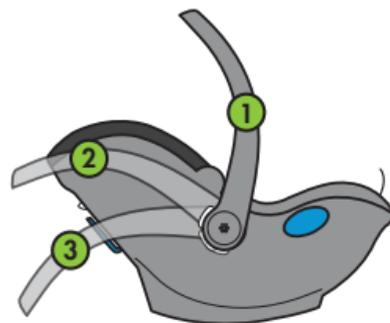

Figure 24
La poignée de transport a trois positions de réglage, illustrées à la **Figure 24** : droite (1), rangée (2), au sol (3).